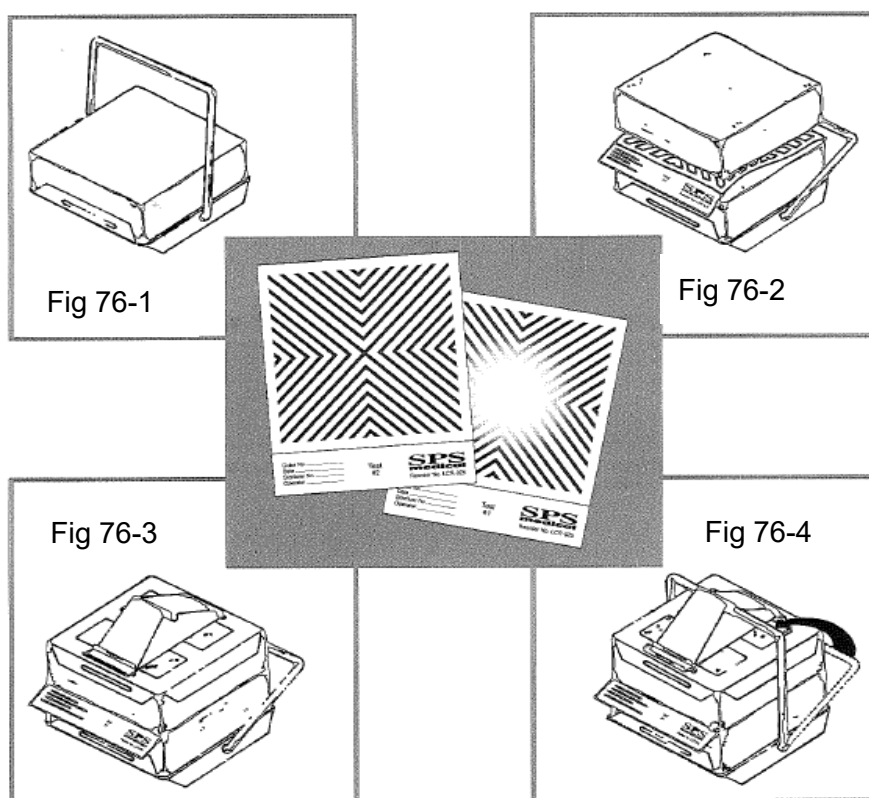

Figura 76
1. El ensamblaje del cubo es referencial Figura 76.